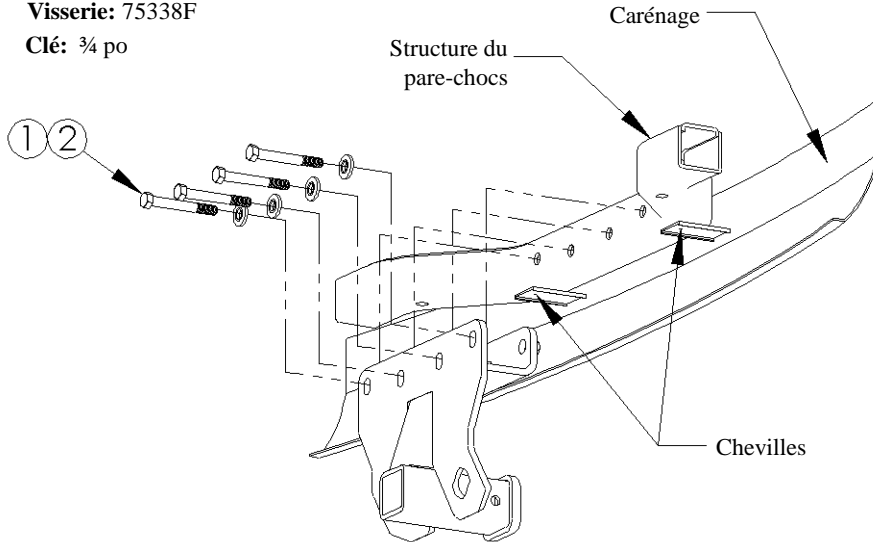

FIGURE 1
2. Enlever les deux chevilles de plastique qui retiennent le carénage sur la structure du pare-chocs, comme illustré à la Figure 1. (Si le crochet d'arrimage d'origine est présent : enlever le carénage, le support de pare-chocs en plastique et le crochet d'arrimage)
3. Tirer délicatement le carénage vers l'arrière sur environ 2,5 cm (1 po) et soulever l'attelage en position, comme illustré à la figure 1.